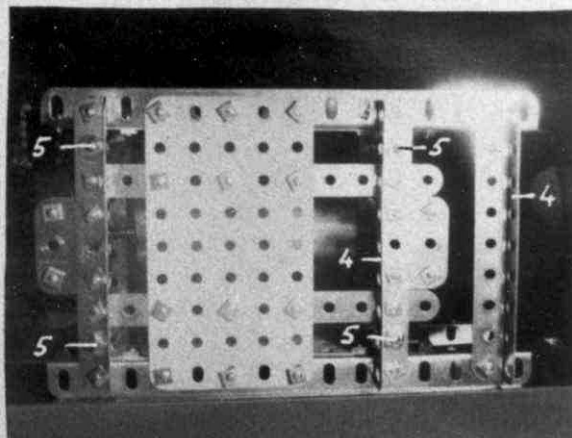

fig. 2
Sur chacune de ces tringles sont enfilés 3 ressorts de compression. Une plaque de 11,5 X 6 cm et 2 bandes de 11 trous sont assemblées selon la figure 2. Les plaques (3) et les cornières inférieures (4) sont réunies à la base par une poutrelle plate de 3 trous et une cornière de 3 trous (6). La poutrelle plate et la cornière de 3 trous sont fixées à l'extérieur par deux boulons. Elles forment ainsi le palier inférieur pour les tiges filetées des guides du rouleau supérieur. Arrivé à ce stade de la construction il faut vérifier l'équerrage de tout l'ensemble.